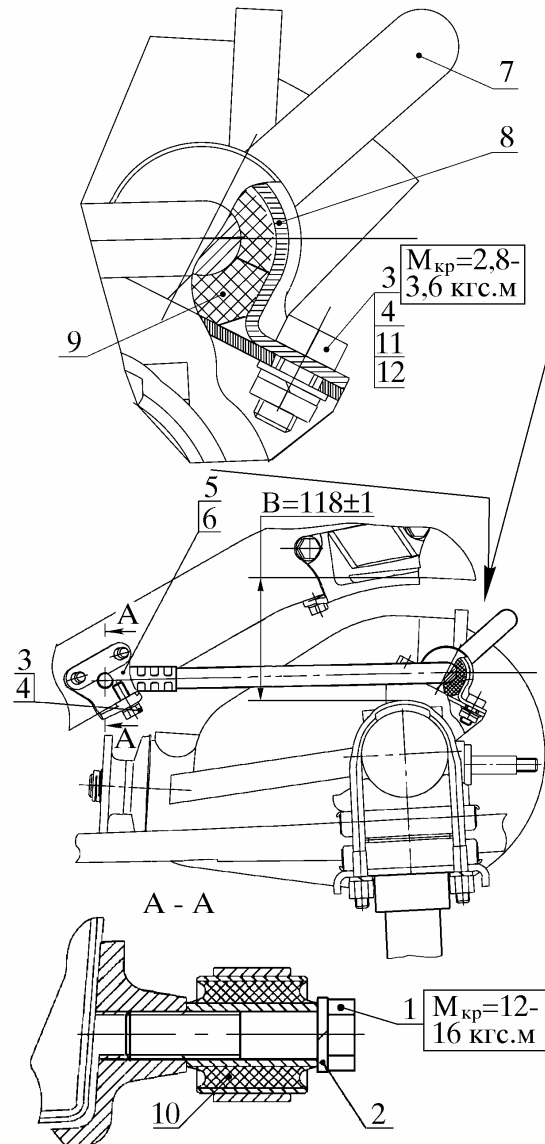

Рис. 18. Установка стабилизатора задней подвески:
6.8.4. Подсоединить наконечник левой штанги 7 (см. рис. 18) к кронштейну 5 левому, ввинтив и затянув болт 1 с шайбой 2 с моментом от 120 до 160 Н.м (12 - 16 кгс.м)